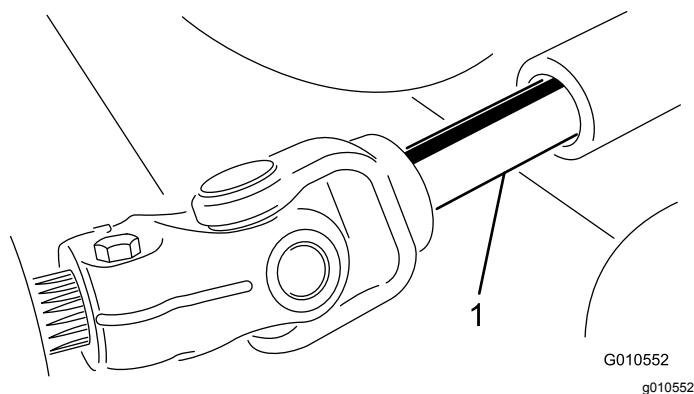

Figura 25
5. Aleje la unidad de corte de la unidad de tracción, separando las secciones macho y hembra del árbol de la TDF (**Figura 25**).